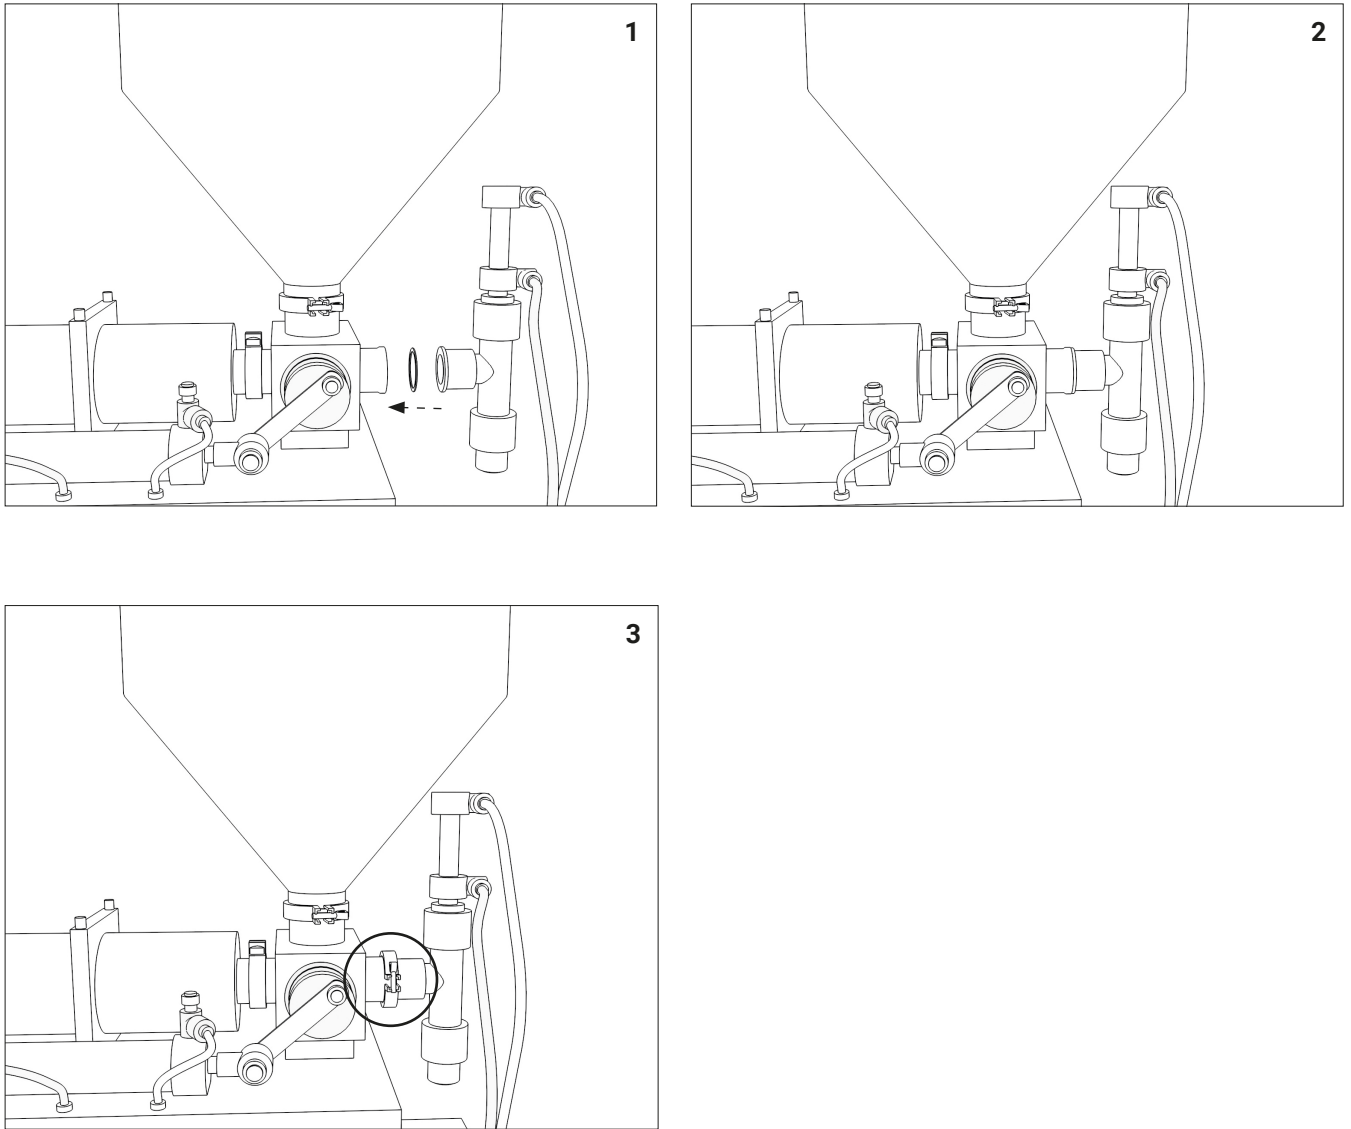

Рис. 13
10.13. Установить дополнительные отсадочные компоненты (рис. 13). Данные компоненты приобретаются отдельно.